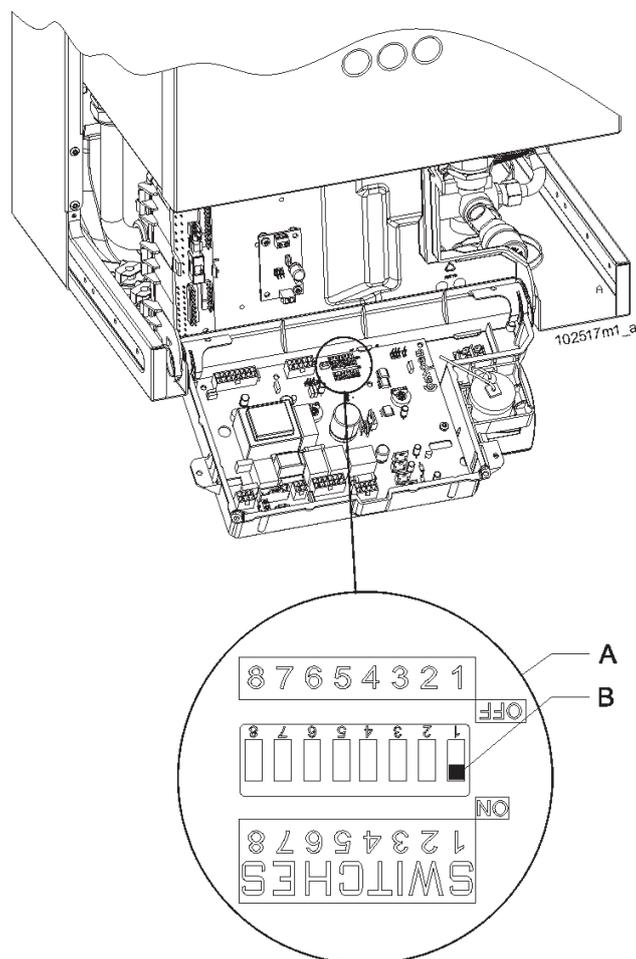

Figura 20 - Commutatori (SWITCHES) di adattamento caldaia
- spostare il commutatore 1 nella posizione "B" (ON) (vedi figura 20 particolare (B));